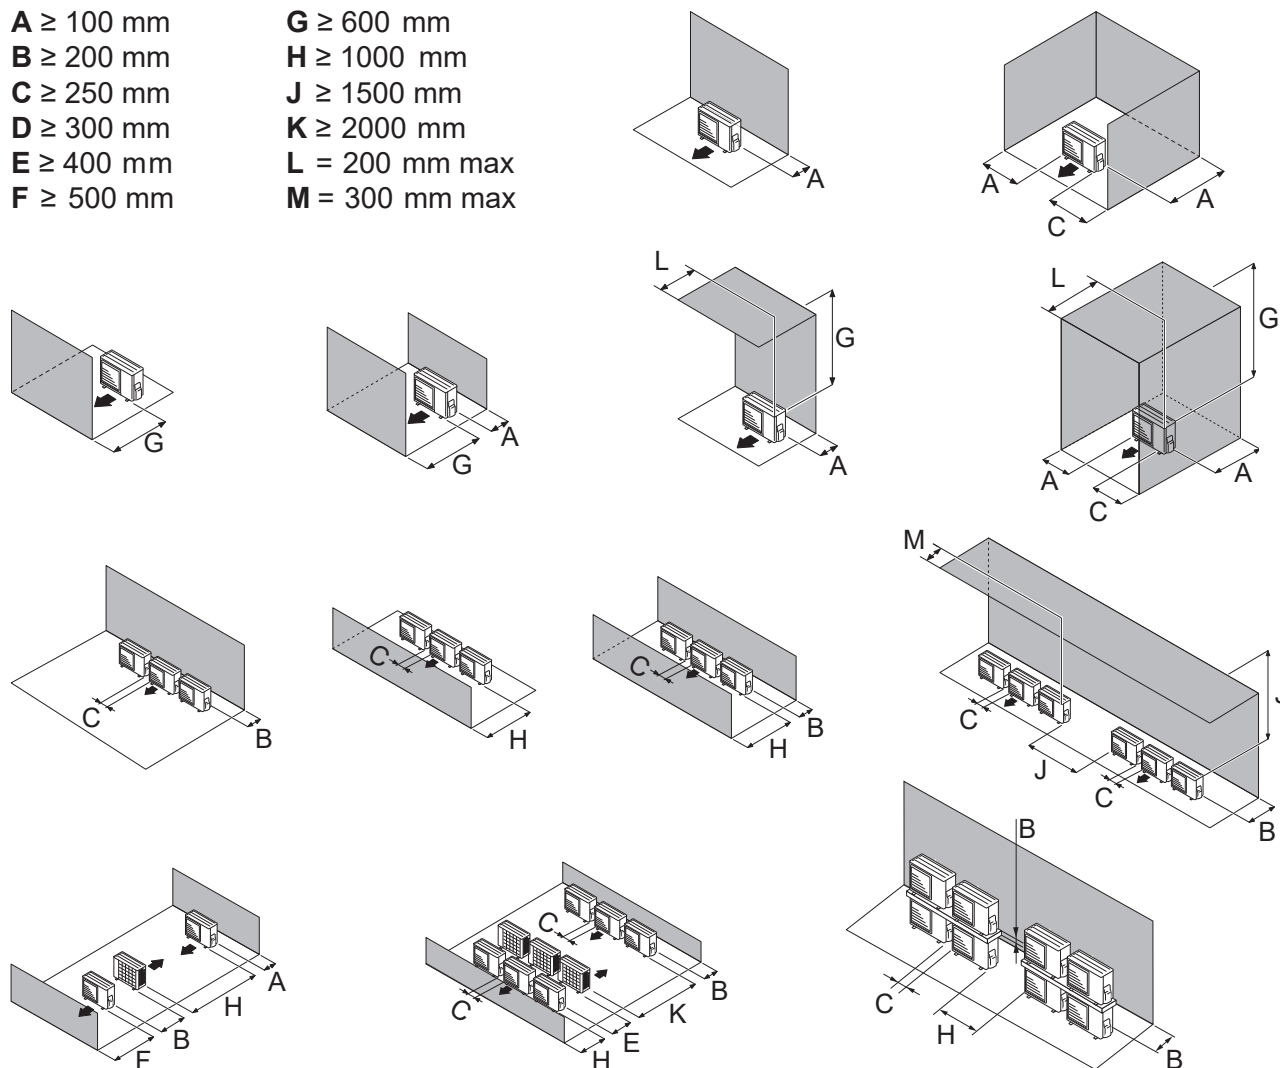
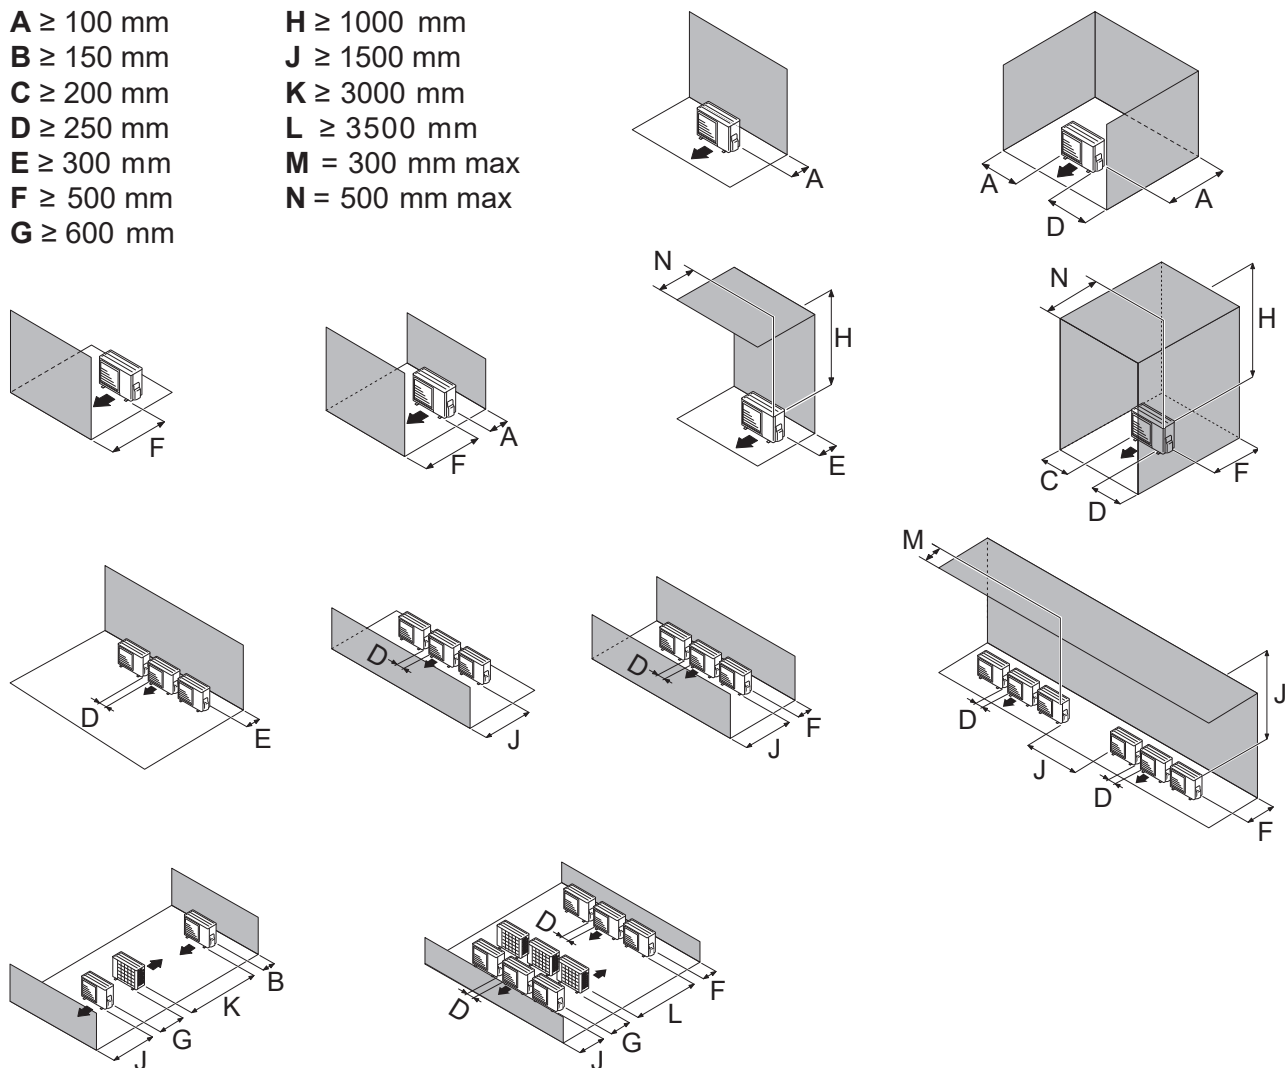

fig. 13 - Minimale installatieruimte rond de buitenunit (model 3, 4, 6 en 8)
fig. 14 - Minimale installatieruimte rond de buitenunit (model 10)
- De unit moet perfect bereikbaar zijn voor de installatiewerken en de onderhoudswerken achteraf (fig. 13 en fig. 14, pagina 18).
- De luchtcirculatie door de verdamper en aan de uitgang van de ventilator mag niet belemmerd worden door hindernissen (fig. 13 en fig. 14, pagina 18).